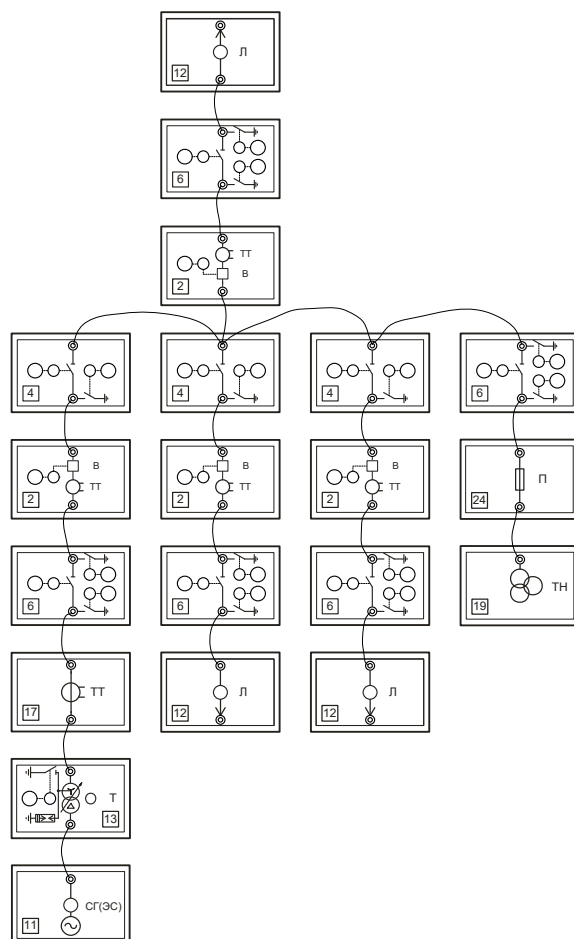

Рисунок 1.2 – Монтажная схема соединений модели РУ с одиночной несекционированной системой сборных шин
4. Соберите монтажную схему соединений (рисунок 1.2).